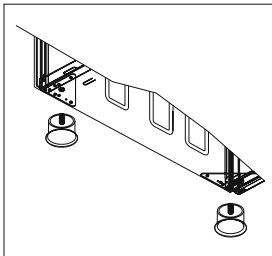
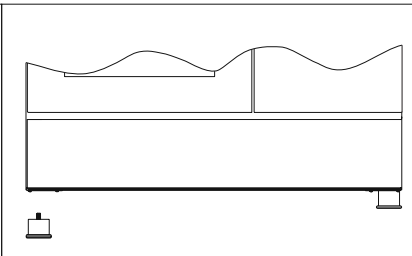

Figura 1
Figura 2
1. Como se indica en la (Figura 1), el enrejado de sujeción de las patas está instalado en la parte inferior del horno. Las tuercas están centradas en estos enrejados a fin de atornillar las patas (Figura 2). Complete el proceso de instalación de las patas atornillando las patas a las tuercas (Figura 3).